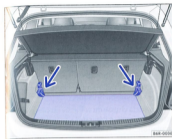

Fig. 78 Hayon ouvert : pose du plancher modulable de coffre à bagages dans le rangement.
Pour augmenter l'espace de rangement, vous pouvez déposer le plancher modulable de coffre à bagages sur le revêtement de plancher ⇒ fig. 78.
- Soulevez le plancher de coffre à bagages vers l'arrière et poussez-le sous les guides ⇒ fig. 78.